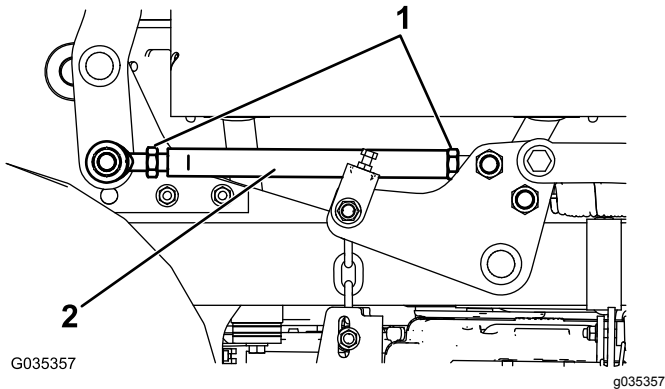

Figura 3
- Aflove las 2 contratuercas del acoplamiento de altura de corte (Figura 3).